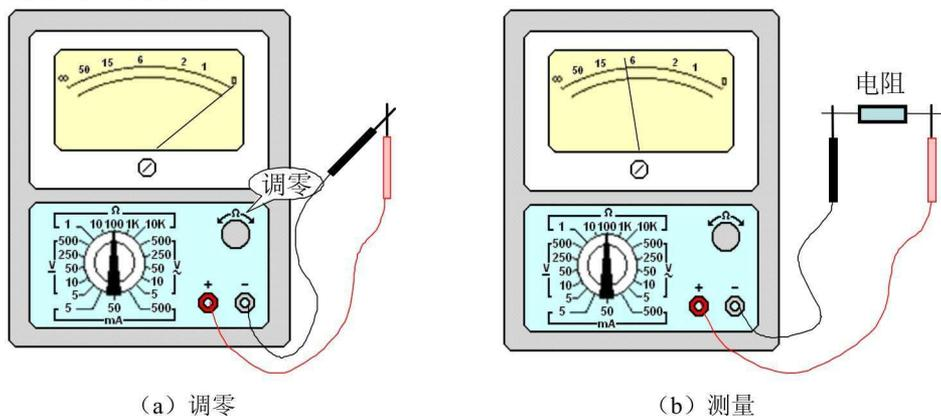

图 1-1-9 用指针万用表测电阻
(1) 必须首先对所选择的挡位进行调零。如图 1-1-9 (a) 所示，将两表笔短接，调整欧姆挡零位调整旋钮，使表针指向电阻刻度线右端的零位。若指针无法调到零点，说明表内电池电压不足，应更换电池。
(2) 调零后,用两支表笔分别接触被测电阻两引脚进行测量,如图 1-1-9 (b) 所示。正确读出指针所指电阻的数值,再根据所选择的档位对读数乘以相应的倍率 ($R \times 100$ 挡应乘 100, $R \times 1k$ 挡应乘 1000……),就得到了被测电阻的阻值,例如图 1-1-9 (b) 中,所选的档位是 $R \times 100$,指针所指的数值约为 8,故被测电阻器的阻值大约为 800Ω 。
(3) 为使测量较为准确,测量时应选择合适的档位。由于电阻挡刻度的非线性关系,它的中间一段分布较为精细,因此应使指针指示值尽可能落到刻度的中段位置,即整个刻度弧线的 20%~80%,以使测量更准确。若指针偏角较小,应换用较大的档位;若指针偏角较大,则应换用较小的档位。每次换挡后,应重新调整欧姆挡的零位,然后再测量。
(4) 测量结束后,应拔出表笔,将选择开关置于交流电压最大挡位,关闭万用表的电源,然后收好万用表。